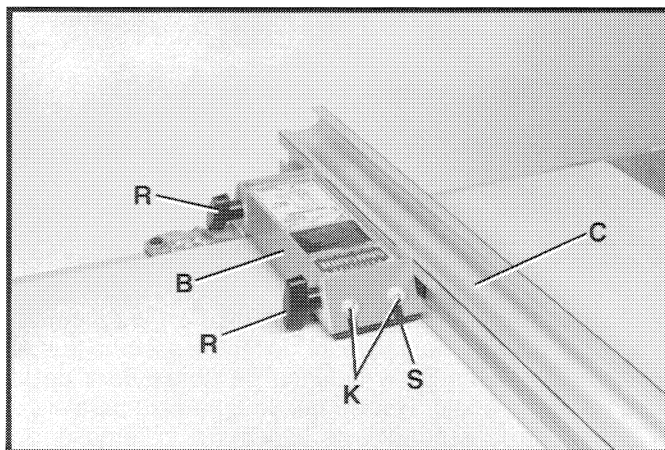

Fig. 79
1. Afloje las dos perillas (R) Fig. 79 y quite la guía (C). Asegúrese que el cuerpo de la guía (B) esté abrazado al riel delantero. Revise si el pie (S) está plano con la superficie de la mesa. Si resulta necesario hacer cualquier ajuste, afloje los dos tornillos (K) Fig. 79 y ajuste el pie (S) de manera que quede plano sobre la superficie de la mesa. Apriete los tornillos (K) y vuelva a ensamblar la guía (C) sobre el cuerpo de la guía (B).